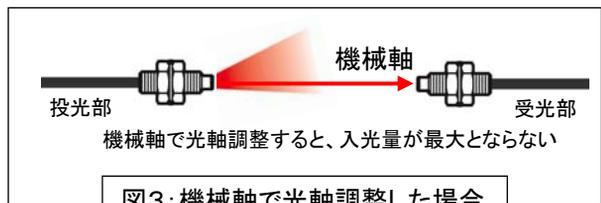

図3:機械軸で光軸調整した場合
- ・このため、機械軸で透過型または、ミラー反射型ビームセンサ(ファイバセンサ、レーザセンサを含む)の取り付けの設計を行なうと、十分な入光量を確保できなかつたり、光軸調整ができなくなる場合があります。(図3)